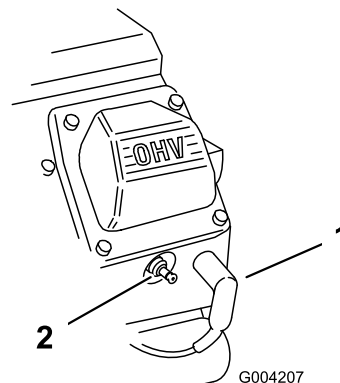

Figure 40
3. Débranchez les fils des bougies (Figure 40).
3. Rebranchez les fils des bougies (Figure 40).